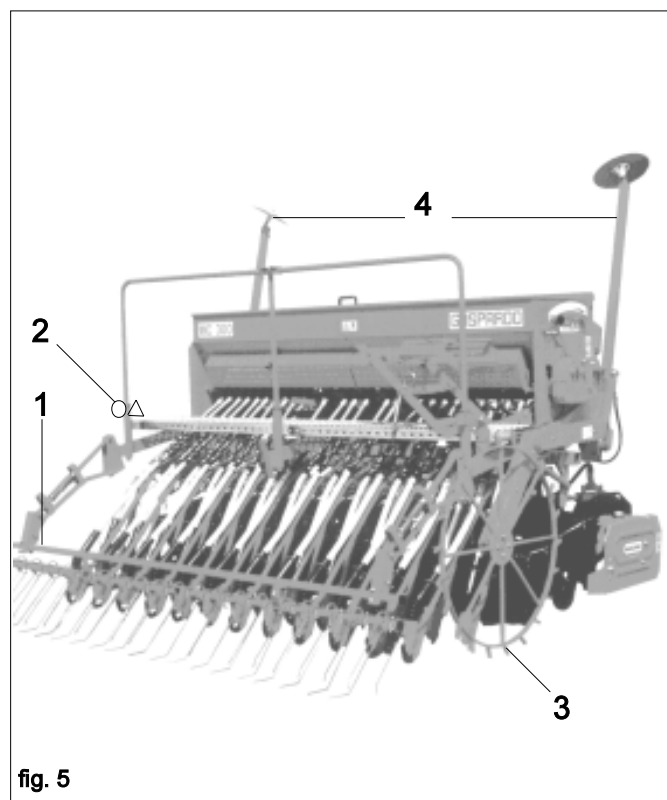

fig. 5
Aus Gründen des Transports sind weder die Egge (1), noch die rückwärtigen optischen Warnsignale (2), Radachsenverbreiterung (3), sowie die Scheiben (4) zur Reihenkennzeichnung montiert. Sie gemäß den der Maschine beiliegenden Pläne vor dem Einsatz der Sämaschine installieren (Abb. 5).